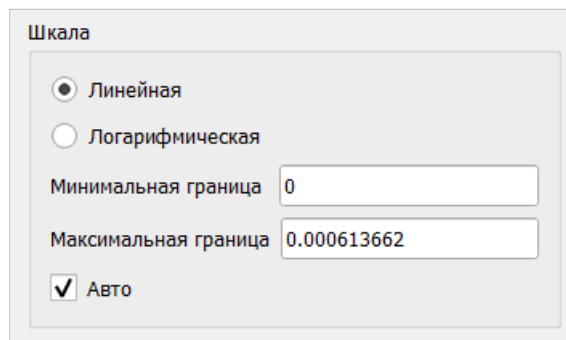

Рисунок 318 – Панель настроек цветовой шкалы в постобработке результатов
– «Шкала» – определяет соответствие числового значения цвету узла. Шкала может быть с линейным или с логарифмическим шагом. Для шкалы задаются минимальное и максимальное значения. Любой узел, содержащий значение за пределами шкалы, будет нарисован черным цветом. Если выбрать пункт «Авто» в блоке настроек шкалы (Рисунок 318), то подходящие значения границ шкалы для текущего результата будут найдены программой автоматически. Цветовая шкала показана в нижней части окна 3D-анимации;